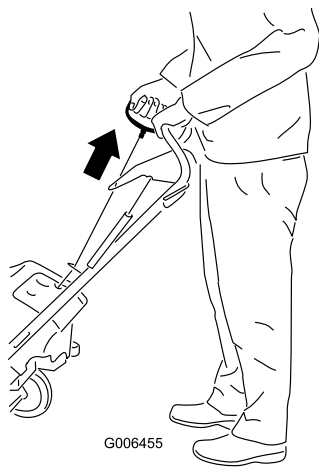

Figure 17
4. Tirez sur la poignée du lanceur (Figure 17).